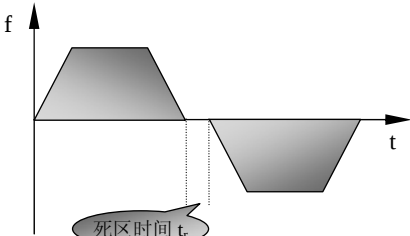

图 5-1 正反转切换时间
- 该参数是指变频器由正转运行过渡到反转运行的过程中，在输出 0Hz 时所需的过渡时间（如图 5-1 所示）。设置该功能可减缓方向切换过程中的电流冲击。